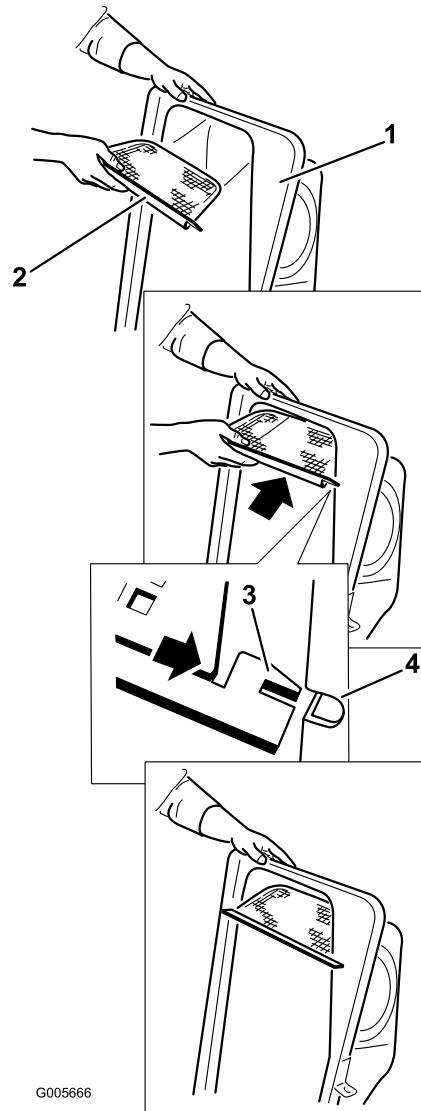

Figure 13
2. Montez le filtre comme montré à la Figure 13 de sorte à l'incliner dans la direction des bacs de ramassage.